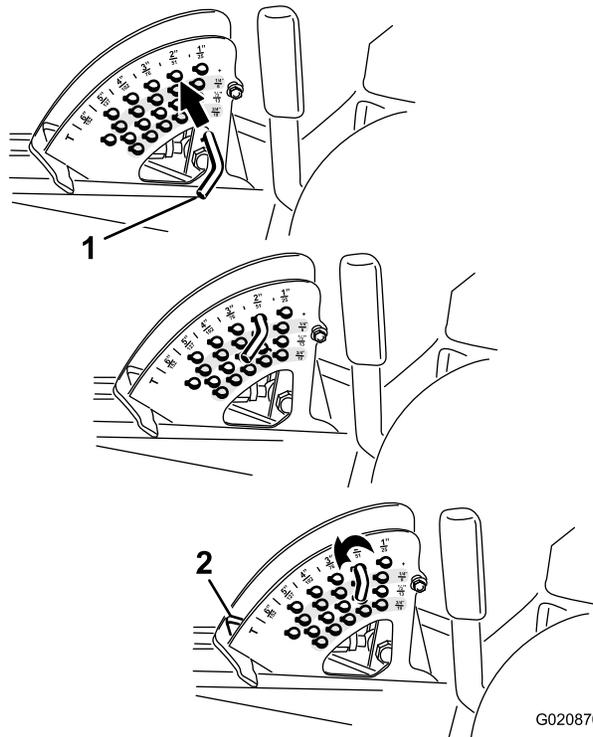

Рисунок 25
2. Чтобы отрегулировать высоту скашивания, поверните стопорный штифт так, чтобы цилиндрический штифт внутри него совпал с прорезями в отверстиях кронштейна высоты скашивания, затем извлеките штифт (Рисунок 25).
3. Выберите отверстие в кронштейне высоты скашивания, соответствующее необходимой высоте скашивания, вставьте штифт и, нажимая на него, поверните до фиксации в отверстии (Рисунок 25).
**Примечание:** В кронштейне есть четыре ряда отверстий (Рисунок 25). Верхний ряд обеспечивает высоту скашивания, указанную над штифтом. Второй ряд обеспечивает указанную высоту скашивания плюс 6 мм. Третий ряд обеспечивает указанную высоту